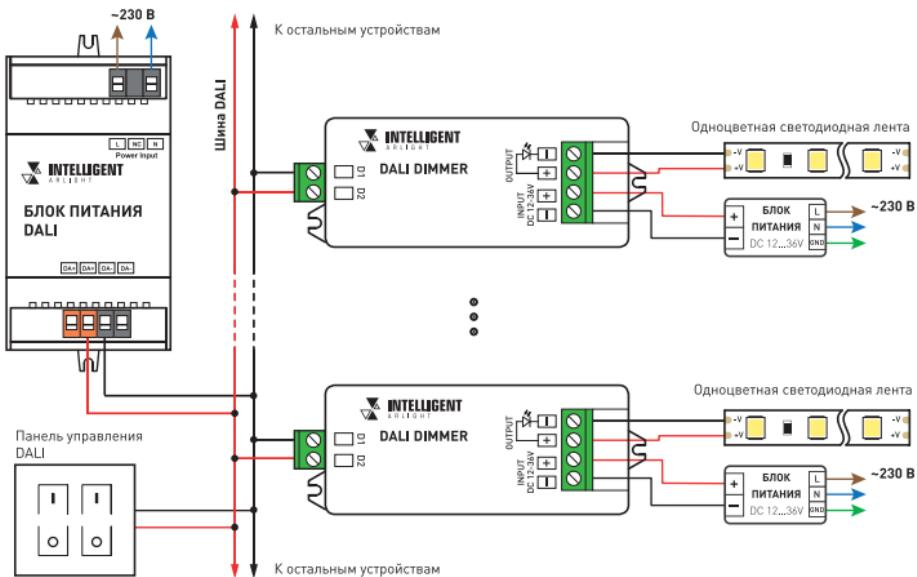

Рисунок 1. Схема подключения диммеров.
- Подключите светодиодную ленту или другой совместимый светодиодный источник света к выходу «OUTPUT» диммера, соблюдая полярность и порядок подключения проводов (Рис.1).